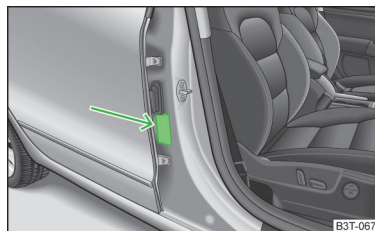

Fig. 14
- Sur le montant B côté passager avant » fig. 14. L'autocollant est visible dès que la portière du passager avant est ouverte.